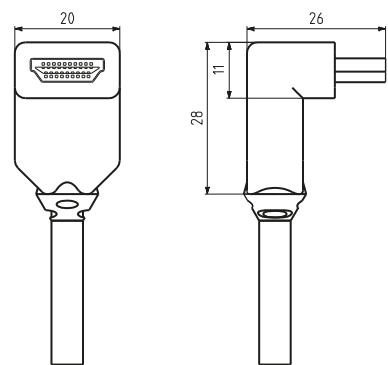
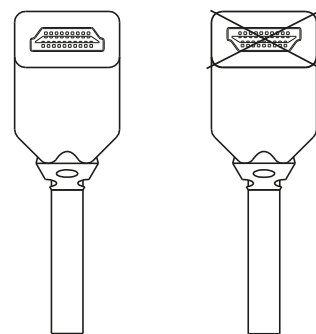

Рис. 2 / Максимальные размеры углового разъема
Рис. 3 / Конструкция наконечника разъема
- необходимо использовать специальный провод с угловым разъемом размером не больше, чем на рис. 2, с соответствующим образом направленным наконечником (рис. 3).